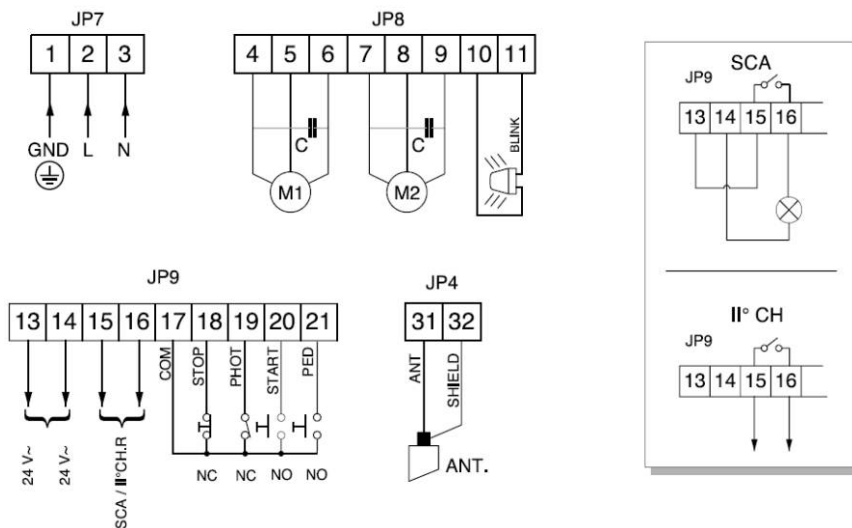

рис. 3
4. Подсоединения к клеммам (рис. 3).
- Индикатор открытых ворот или 2-ой канал радио: если активирована эта функция, то имеется возможность подключения проблесковой 24 вольтовой лампы, как показано на рис. 3. В этом случае можно определить состояние ворот по вышеприведенной таблице. Если не активирована, то контакт на клеммах 14 и 15 представляет собой свободный от напряжения и н.о. контакт, который активируется только в течение 2-х секунд, при каждом нажатии на 2-ую кнопку радиоуправления. Кнопка 1 резервируется для команды СТАРТ.